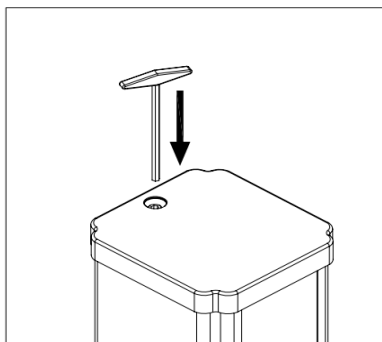

Figura 2
- Rimuovere i bloccaggi di trasporto dello strumento: togliere il tappo presente sul coperchio del carter di protezione della colonna di misura ed allentare la vite di bloccaggio utilizzando la chiave a brugola del 5 in dotazione allo strumento. Vedere Figura 2.